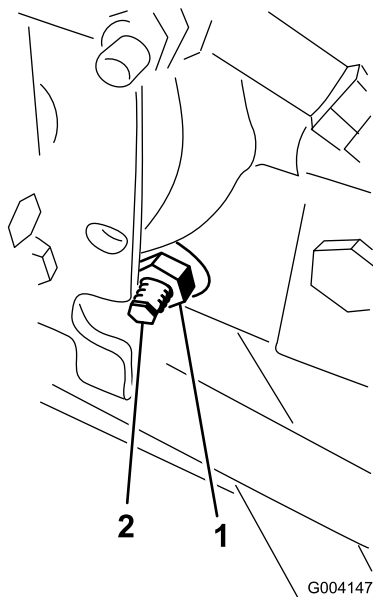

Figura 58
3. En el lado derecho del hidrostato, afloje la contratuerca de la leva de ajuste de tracción (Figura 58).